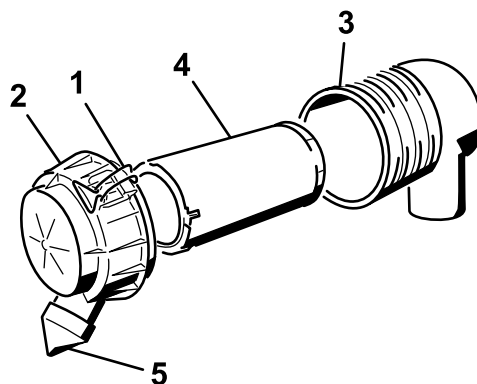

Figure 22
3. Déverrouillez le filtre à air et détachez le couvercle du boîtier du filtre (Figure 22).
6. Sortez l'élément filtrant du boîtier du filtre à air avec précaution (Figure 22).
8. Posez l'élément filtrant avec précaution (Figure 22).
9. Reposez le couvercle du filtre à air, le capuchon protecteur orienté en bas, et fermez les verrous (Figure 22).